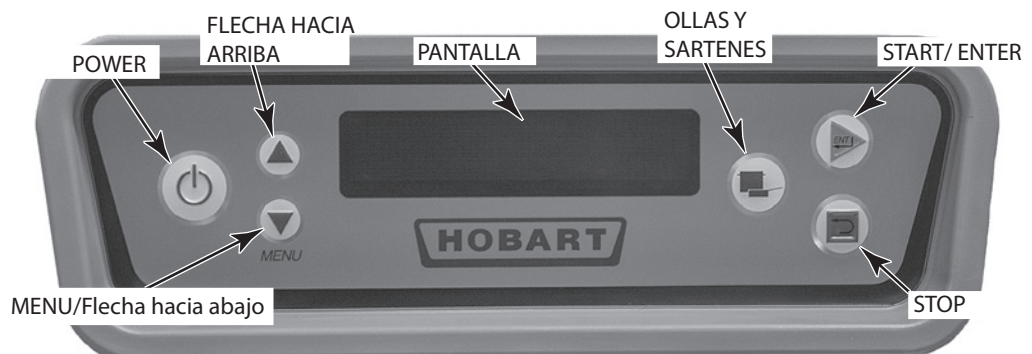

Figura 26
Los controles se ubican en la parte superior del lavavajillas. El teclado y la pantalla se encuentran al frente de la caja de control (Figura 26).
Cierre todas las puertas. Para comenzar el llenado una vez que la máquina está lista, presione el botón POWER (Figura 26).
5. Presione el botón POWER en el teclado (Figura 26). El lavavajillas se llenará automáticamente (consulte la sección "Llenado del lavavajillas" en esta misma página). Una vez que el tanque está lleno, se encenderá el quemador si se requiere aplicar calor. El sistema de ignición considera un período de 15 segundos de purga antes de comenzar su labor.
6. Si el lavavajillas no funciona, presione el botón POWER en el teclado (Figura 26) y cierre la válvula manual de gas. Comuníquese con el servicio técnico de Hobart o con el proveedor local de gas.
Una vez que la máquina se ha llenado, haga funcionar las bombas presionando el botón STAR / ENTER en el teclado (Figura 26) o insertando una canastilla en la máquina.
La opción estándar de detención de la cinta transportadora permite que el operador la detenga para lavar más a fondo la vajilla demasiado sucia durante un tiempo más prolongado. Presione DOWNARROW (flecha descendente) ubicada en el teclado (Figura 26) hasta que el símbolo '<' se muestre a la izquierda de 'CONVEYOR DWELL' (detención de la cinta). Cuando la canastilla llegue a la cámara de lavado, presione ENTER en el teclado (Figura 26) para detener momentáneamente la cinta transportadora. Para reiniciar el movimiento de la cinta, presione el botón START/ENTER en el teclado (Figura 26).
Si la canastilla se atasca o si la carga es excesiva, un mecanismo de sobrecarga apaga el motor de la cinta transportadora y en la pantalla se lee "Clear Conveyor Jam" (despeje el atasco en la cinta transportadora). Abra las puertas y elimine el atasco. Una vez eliminado, cierre las puertas y pulse el botón START/ENTER en el teclado (Figura 26) para reiniciar el funcionamiento del lavavajillas.
En pantalla aparecen todas las temperaturas del tanque (Figura 26) cuando la máquina está funcionando. La temperatura "Final Rinse" muestra unas rayas (- - -) hasta que una canastilla ingresa a la zona de enjuague. Luego se lee "Final Rinse". Una vez que la vajilla abandona la zona de enjuague, Final Rinse vuelve a mostrar --- .
La opción ollas y sartenes, estándar en todos los modelos CLen, permite que el operador lave ollas y sartenes extremadamente sucios haciendo pasar las canastillas por dos zonas de lavado predeterminadas durante cierto tiempo específico. Los tiempos de lavado se pueden ajustar en el Menú Parámetros de página 35. Presione el botón POT and PAN (ollas y sartenes) ubicado en el teclado (Figura 26) para ingresar a dicho modo. Inserte la canastilla en el lavavajillas, donde permanecerá por el tiempo predeterminado. El lavavajillas volverá a su funcionamiento normal al presionar el botón POT and PAN nuevamente, el botón STOP o si finaliza el temporizador automático.
En caso de que no ingrese ninguna canastilla a la máquina por un tiempo preestablecido, el temporizador automático inicia la cuenta regresiva y las bombas y la cinta transportadora se apagan para ahorrar energía. El tanque continúa calentándose y en pantalla se muestran las diversas temperaturas. Para reanudar el funcionamiento, inserte una canastilla o presione el botón START/ENTER en el teclado (Figura 26).
Luego de un período de inactividad de la máquina, el control inicia el modo Ahorro de Energía (ESM): todos los componentes de la lavadora de utensilios se apagan y la pantalla de control se atenúa mostrando la leyenda "Energy Saver Active / Press STOP to Exit" (Modo ahorro de energía activo. Presione STOP para salir). Para salir del modo Ahorro de Energía presione el botón STOP (Figura 26). Puede presionar el botón POWER para apagar completamente la máquina. El tiempo de inactividad de la máquina antes de ESM se puede establecer entre 1 y 6 horas en el menú de Parámetros. La configuración de fábrica es de 2 horas. Consulte la página 35.
1. Presione el botón POWER en el teclado para apagar la máquina (Figura 26).